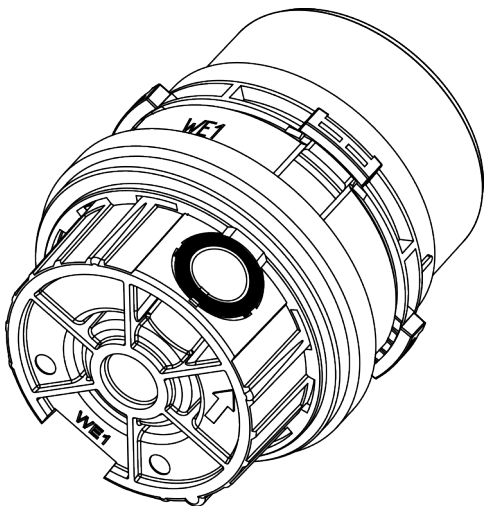

Abbildung 14. Dichtung WE1
2. Korrekten Sitz der Dichtung an der Auslasseite der Strömungsumlenkung prüfen und ggf. korrigieren (Abb. 14).